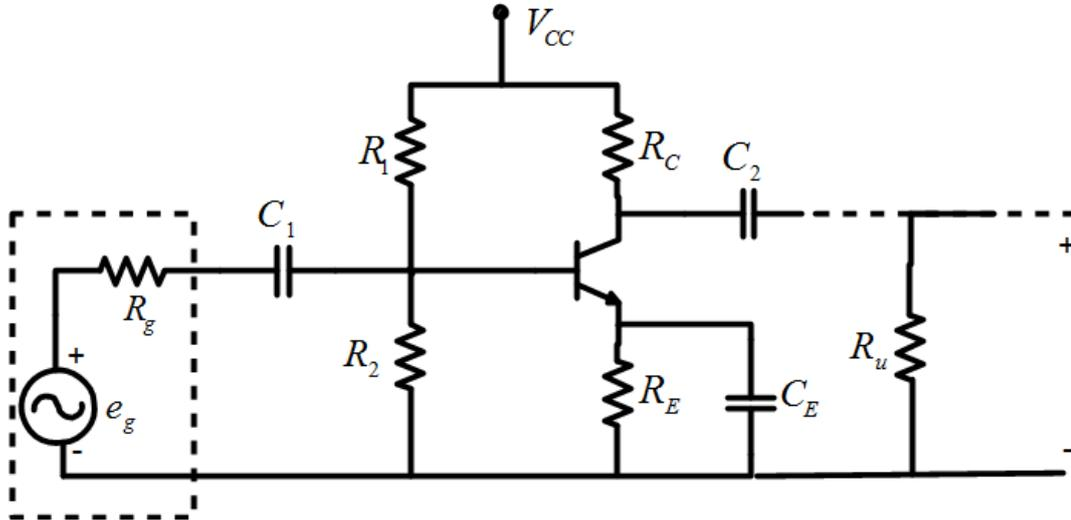

Fig. 6 : Montage Amplificateur EC
Le modèle basse fréquence du JFET est représenté à la figure 6. La transconductance g_m du transistor est donnée par la relation suivante, évaluée au point de repos $Q (I_D, V_{GS})$:
On considère le montage amplificateur émetteur commun (EC) de la figure 6 :
1. On suppose que $\beta = 100$, $V_{BEQ} = 0.7V$. Etablir le schéma en statique de l'amplificateur de la figure 6 et déterminer la valeur de I_{CQ} . En déduire la valeur de h_{11e} .
3. Etablir le schéma en dynamique de l'amplificateur de la figure 6 sans C_E (C_E débranchée) et déterminer son impédance d'entrée R_{is} , de sortie R_{os} , son gain en tension A_{vs} avec charge et son gain en courant A_{is} . Donner les valeurs numériques de ces grandeurs. Conclure.